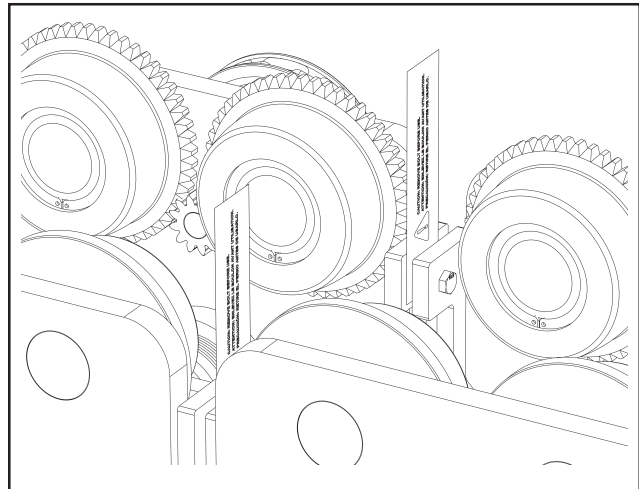

Figura 5 - Etiqueta de advertencia
1. Las unidades con carros integrados de 15 y 20 toneladas se envían de fábrica con los dos carros conectados mediante un perno instalado en los orificios de montaje del parachoques. Hay un perno de cada lado. Estos pernos se deben retirar antes utilizar la unidad. Si no se quitan, el contacto de la rueda con la viga y el desempeño del carro en vigas curvas se pueden ver afectados. Consulte la Figura 5 para obtener detalles.